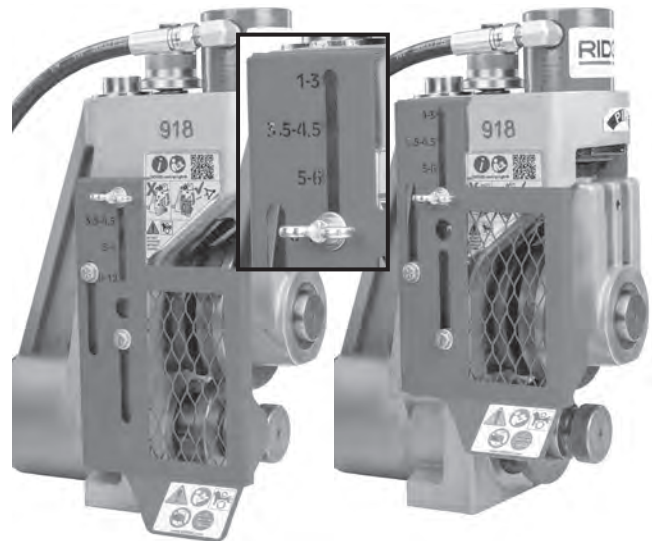

Figure 10 – Réglage du carter de protection réglable
3. Desserrez la vis papillon. Réglez la position du carter de manière à aligner la gamme de sections appropriée sur la vis papillon. Réglez le carter de manière appropriée afin de limiter les risques d'enchevêtrement et de grave blessure (Figure 10).